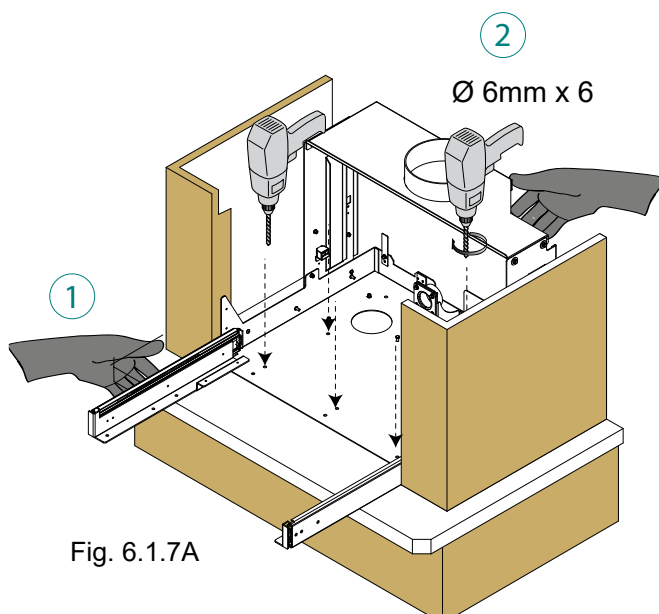

Fig. 6.1.7A
12. Die Basis auf den Kaminsockel legen (1), 4 Löcher mit Ø 6 zur Befestigung anreißen und bohren (2) - den Sockel als Schablone benutzen - danach mit einem Bohrer Durchm. 6 mm die Löcher bohren (Abb. 6.1.7A)